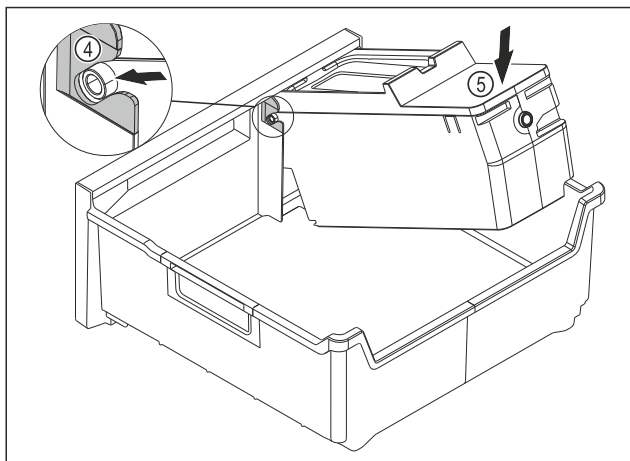

Fig. 110
- ▶ Montaż korpusu EasyTwist-Ice: Wsunąć osie korpusu EasyTwist-Ice w prowadnice Fig. 110 (4).
- ▶ Docisnąć korpus EasyTwist-Ice Fig. 110 (5) z tyłu do dołu.